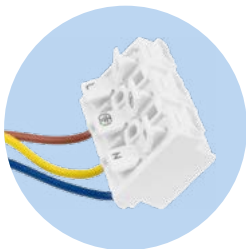

Abb. 7. Klemmblock der Umwälzpumpe.
- Die Umwälzpumpe mit dem Regler über den werkseitigen Elektroanschluss verbinden (Abb. 7).